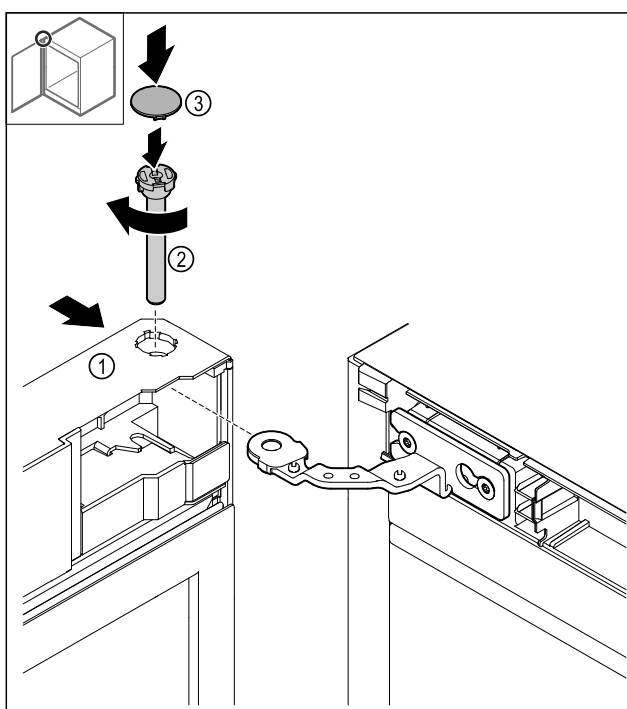

Fig. 47
- ▶ 将上部冰箱门 Fig. 47 (1) 推到铰链上。
- ▶ 插入螺柱 Fig. 47 (2) 并顺时针拧紧。
- ▶ 安放盖板 Fig. 47 (4)。